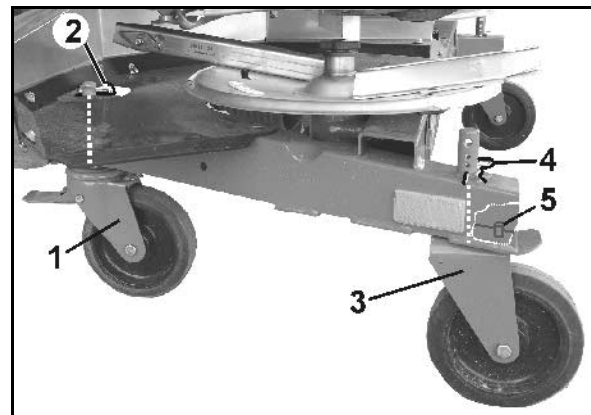

Рис. 39
5. Поворотное переднее колесо с тормозом (Рис. 39/1)
- o установите и застопорите пружинным фиксатором (Рис. 39/2), или
6. Неподвижное заднее колесо (Рис. 39/3)
При монтаже неподвижного колеса обратите внимание на то, чтобы палец (Рис. 39/5) вошел в отверстие рамы, и, тем самым, удерживал колесо в продольном направлении.